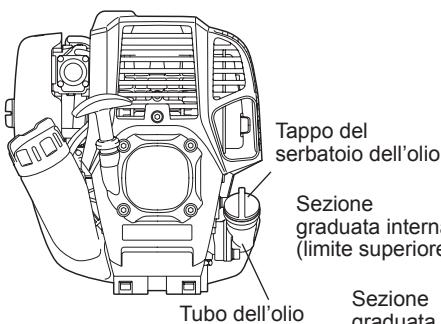
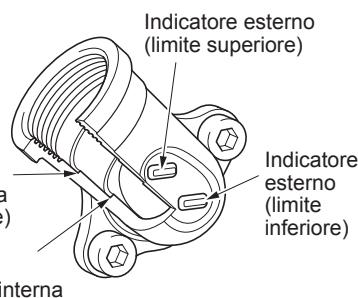

Fig. 1
Fig. 2 Tubo dell'olio
- Mettere il motore in piano, rimuovere il tappo del serbatoio dell'olio (Fig. 1) e controllare se c'è olio nell'intervallo tra gli indicatori del limite superiore e del limite inferiore del tubo dell'olio (Fig. 2).